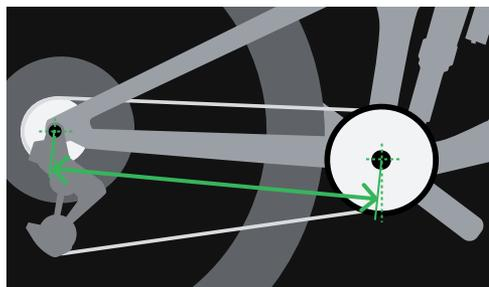

Figura 1
- 1 Para determinar la longitud de la vaina (mm), mida la distancia directa desde el eje del pedalier al eje del buje con el cuadro totalmente extendido al 0 % de recorrido (figura 1).